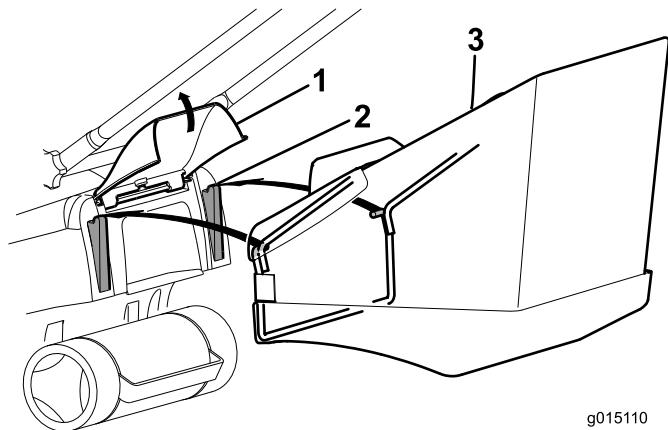

Bild 15
2. Setzen Sie den Fangkorb in die Nieten ein, während die Heckklappe geöffnet ist (Bild 15).